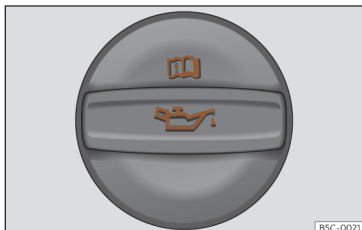

Fig. 223 Tapa de la boca de llenado de aceite del motor en el vano motor.
- Localice la boca de llenado de aceite del motor. Se reconoce por el símbolo  que hay sobre la tapa >>> **fig. 223**.
- Desenrosque la tapa de la boca de llenado de aceite del motor >>> **fig. 223**.